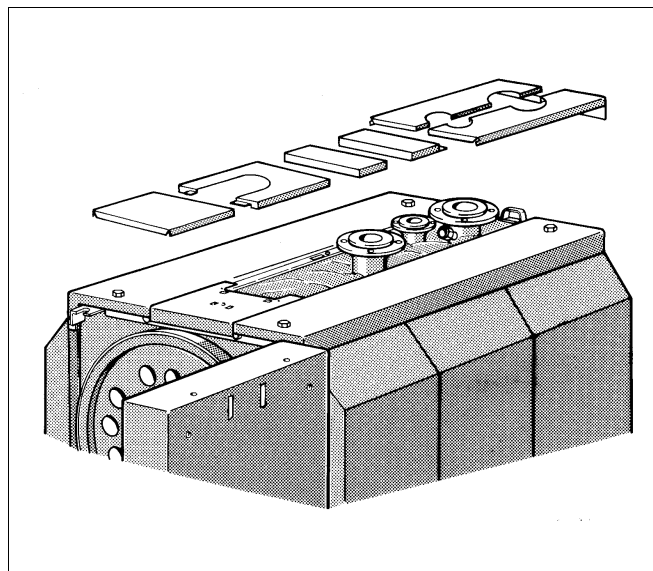

Abb. 20 Montage Verkleidung
- Haubenfüllteile nach Abb. 20 auf die Abkantung der seitlichen Haubenteile lose einlegen.